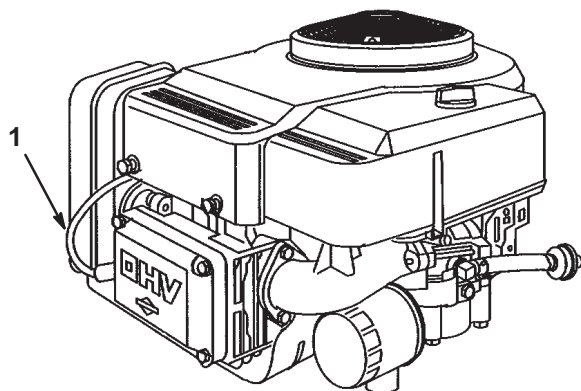

Bild 29
3. Ziehen Sie den/die Kerzenstecker von der(n) Zündkerze(n) (Bild 29). Reinigen Sie den Bereich um die Zündkerzen, um zu verhindern, dass Schmutz in den Motor fallen und Schäden verursachen kann.
3. Drücken Sie den/die Kerzenstecker auf die Zündkerze(n) auf (Bild 29).